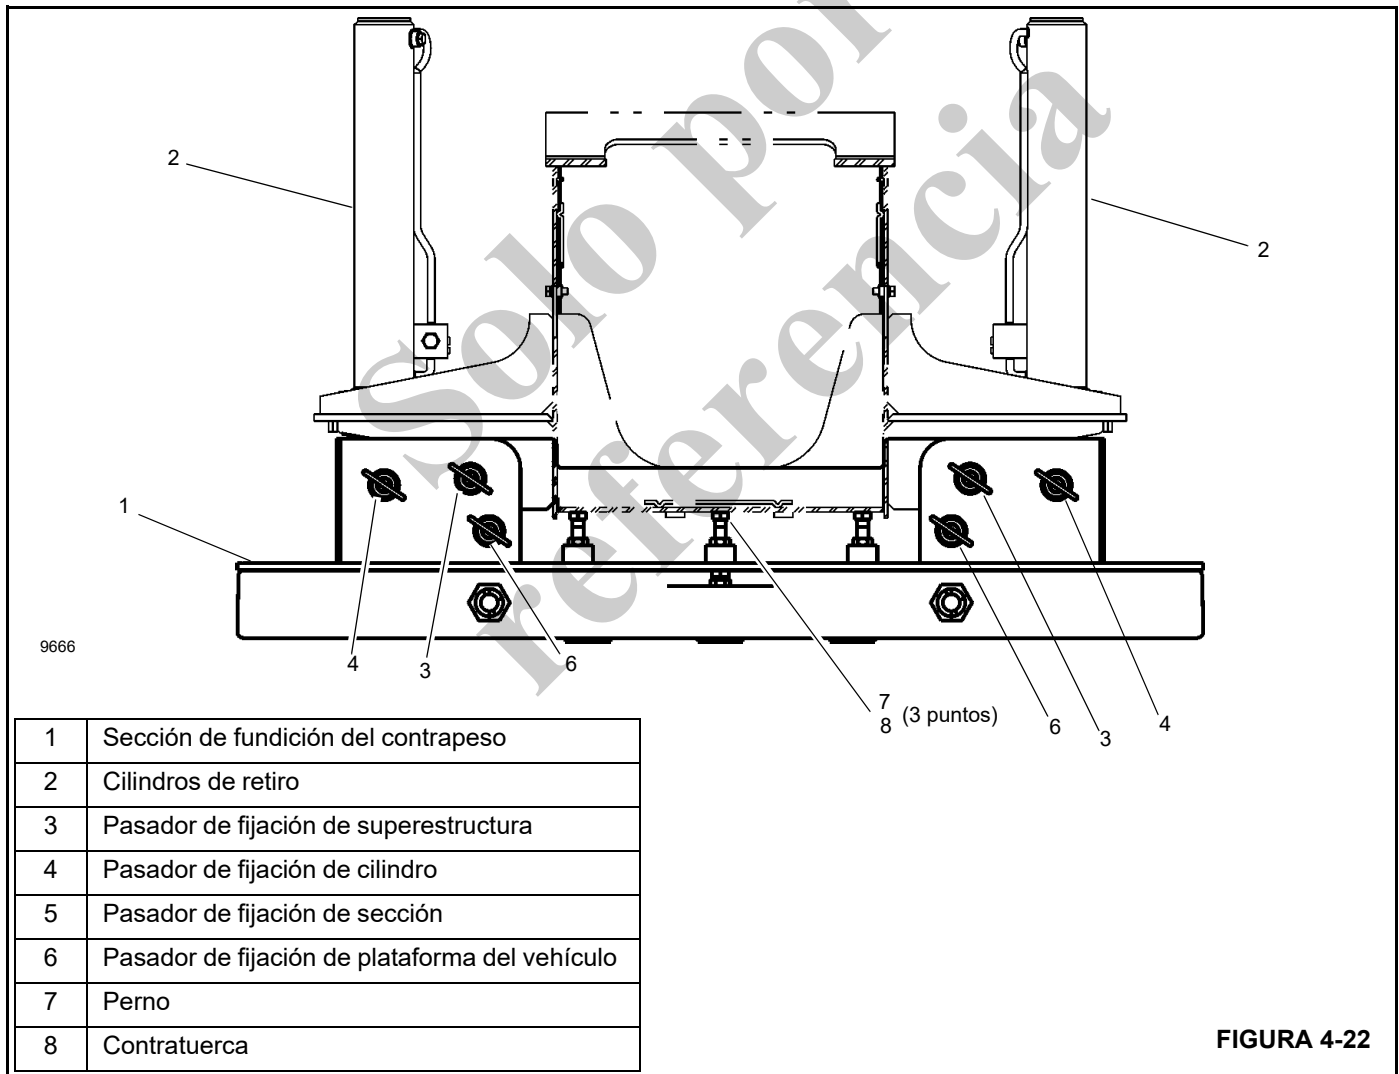

FIGURA 4-22
6. Retire los pasadores izquierdo y derecho (6, Figura 4-22) que aseguran el contrapeso a la plataforma del vehículo.
9. Conecte el contrapeso retirable a los cilindros utilizando los pasadores de fijación de sección (4, Figura 4-22).
11. Enganche el contrapeso a la superestructura utilizando los pasadores (3, Figura 4-22).
12. Ajuste los pernos (7) como sea necesario para nivelar el contrapeso y eliminar cualquier movimiento relativo entre los contrapesos superior e inferior. Apriete las contratuercas (8) para bloquear los contrapesos en su posición.
6. Quite los pasadores de la superestructura (3, Figura 4-22).
8. Quite los pasadores de enganche del cilindro (4, Figura 4-22) que fijan el contrapeso retirable a los cilindros.
10. Asegure el contrapeso a la plataforma del vehículo con pasadores (6, Figura 4-22).